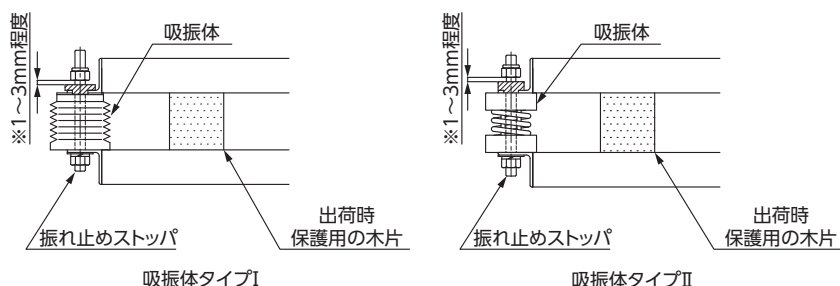

図3-11 吸振体と振れ止めストッパ一体タイプ
- ・振れ止めストッパボルトの図中※印隙間を確認し、必要に応じて調整してください。（図3-11～3-13参照）